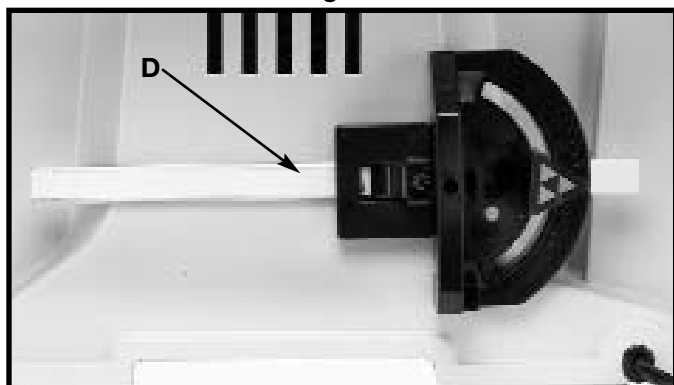

Fig. 23
- 3. La figure 23 illustre la jauge à onglet (D) insérée dans le support.